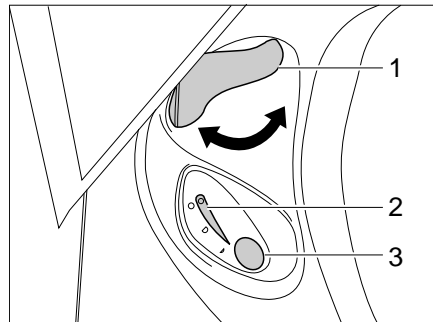

Bild 232 Bedieneinheit Thetford-Toilette
- Vor dem Spülen den Schieber der Thetford-Toilette öffnen. Dazu den Schieberhebel (Bild 232,1) entgegen dem Uhrzeigersinn drehen.
- Zum Spülen den blauen Spülknopf (Bild 232,3) drücken.
- Nach dem Spülen den Schieber schließen. Dazu den Schieberhebel (Bild 232,1) im Uhrzeigersinn drehen.
Die Kontroll-Leuchte (Bild 232,2) leuchtet, wenn die Thetford-Kassette entleert werden muss.
- Den Schieberhebel (Bild 232,1) im Uhrzeigersinn drehen. Der Schieber wird geschlossen. Zum Entleeren **muss** in der Thetford-Toilette der Schieber geschlossen sein.